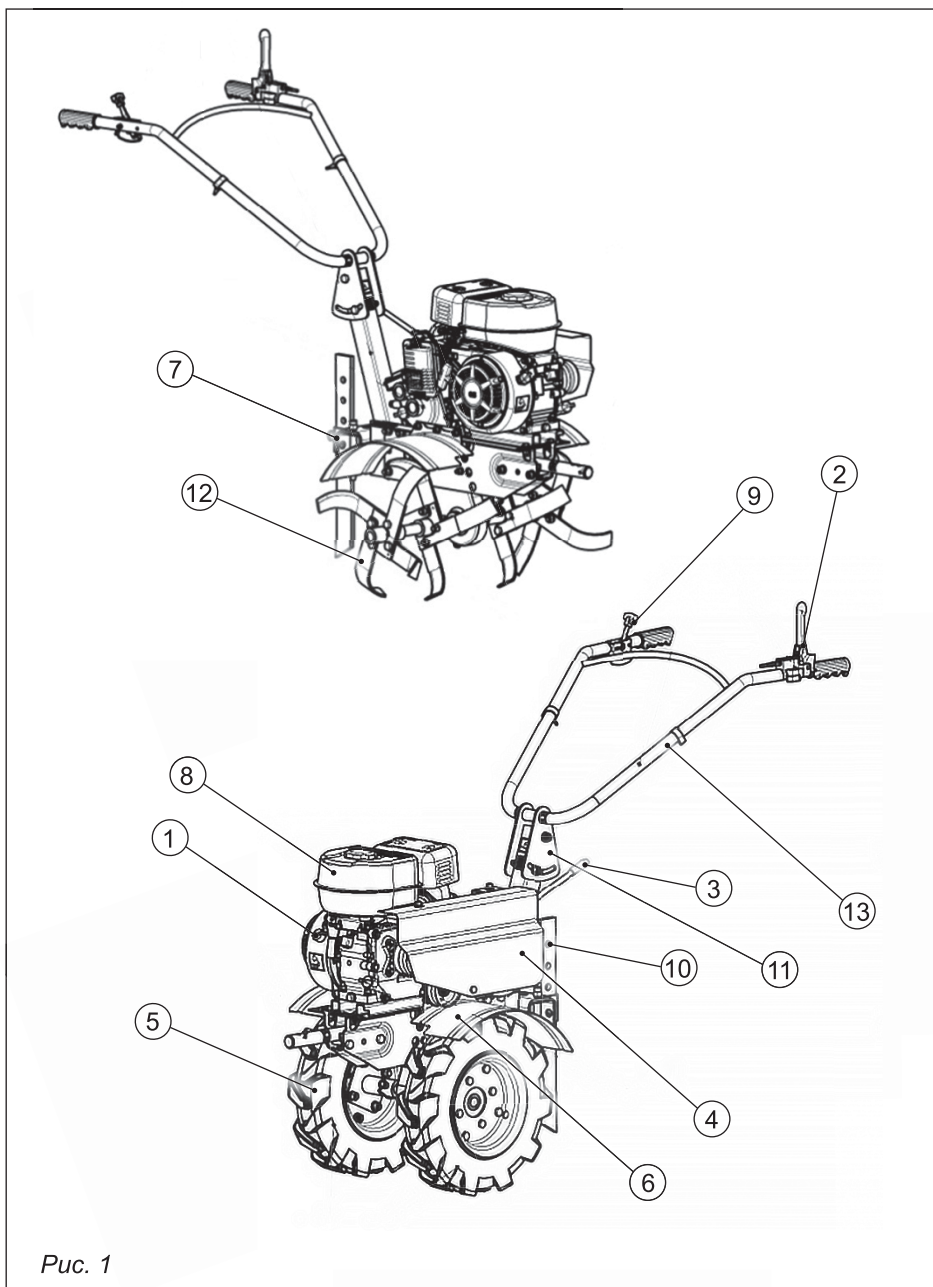

Рис. 1
2. ОСНОВНЫЕ ЭЛЕМЕНТЫ МОТОБЛОКА (рис. 1)
Описание основных элементов мотоблока (рис. 1):